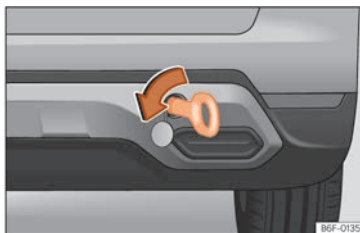

Abb. 166 Auf der rechten Seite des hinteren Stoßfängers: Eingeschraubte Abschleppöse.
- Drehen Sie die Abschleppöse **entgegen dem Uhrzeigersinn** so fest wie möglich in die Aufnahme » [Abb. 166], » S. 277. Verwenden Sie ein geeignetes Hilfsmittel, um die Abschleppöse festzuziehen.